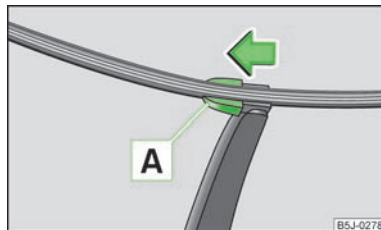

Fig. 31
- Abatir el brazo de la escobilla separándolo del parabrisas y colocar la escobilla en posición perpendicular al brazo » fig. 31.
- Colocar la escobilla en el brazo de la escobilla y enclavar el seguro **A** » fig. 31.